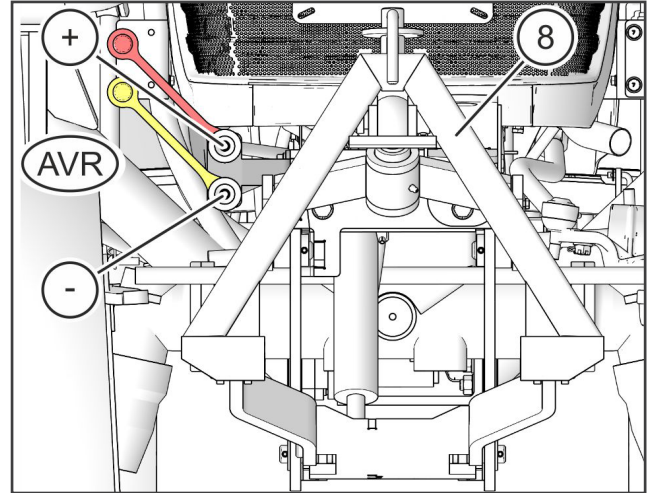

ABB.: 3
ABB.: 3 Im Frontbereich der Maschine befindet sich der Frontkraftheber (8) und die Kupplungen für die hydraulischen Stellteile von Anbaugeräten im Frontbereich der Maschine.